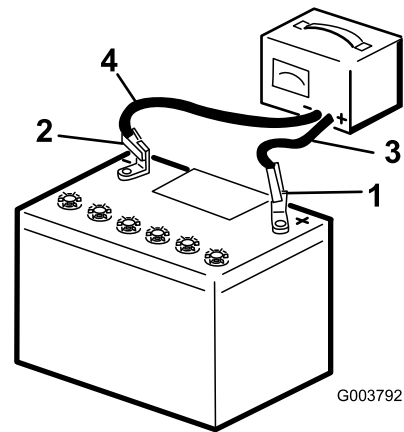

Figura 7
- Cargue un cargador a la batería (Figura 7) y cárguela durante al menos 1 hora a 6–10 amperios. No sobrecargue la batería.
- Cuando la batería esté completamente cargada, desconecte el cargador de la toma de electricidad, luego desconecte los cables del cargador de los bornes de la batería (Figura 7).